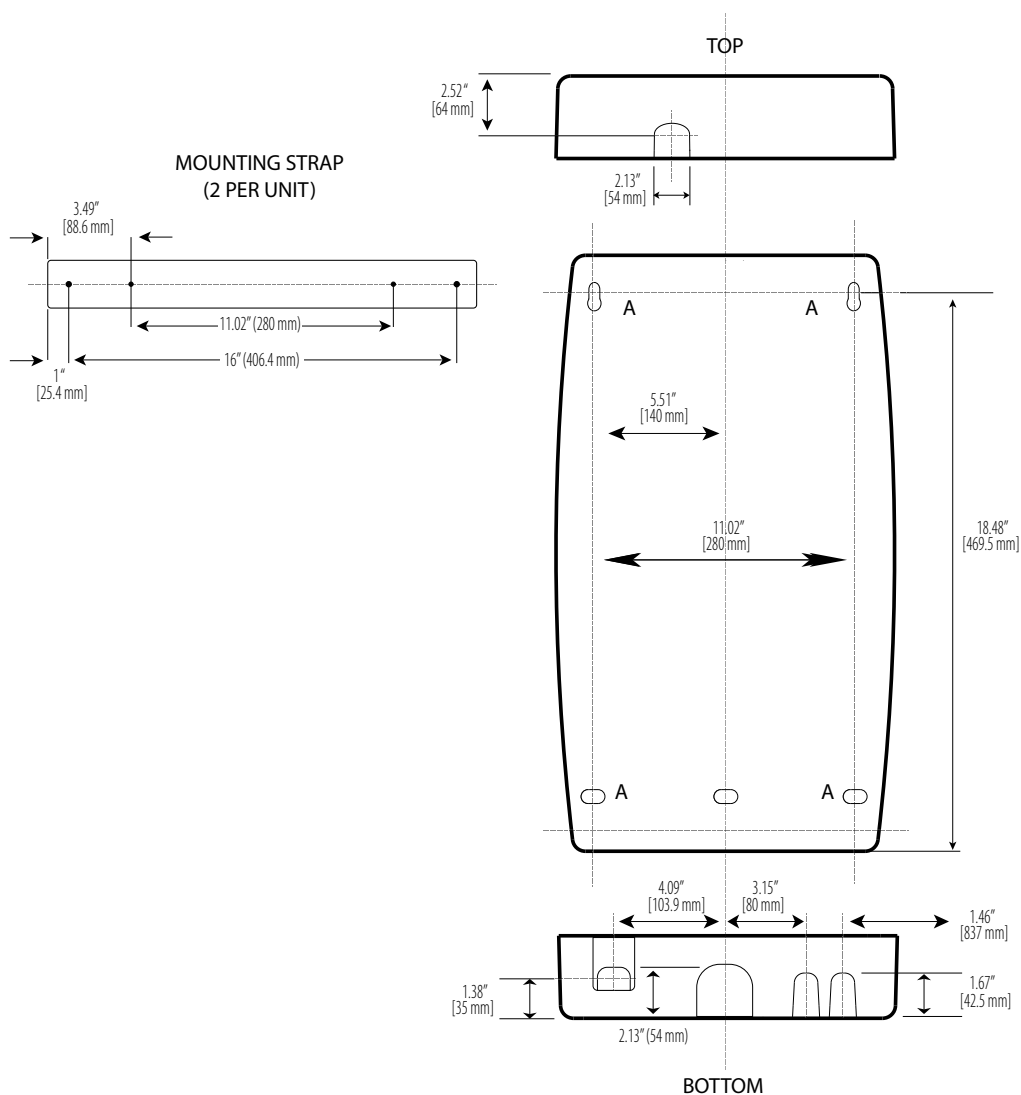

Fig. 3.c
- **Option 1** Fixez directement à un mur à l'aide des vis et des ancrages fournis. Utilisez les deux trous intérieurs de la sangle de montage fournie comme modèle pour les trous de montage de l'humidificateur (marqués « A » dans la Fig. 3.c). Une fois marquées, les deux vis supérieures peuvent être installées en premier, puis l'unité de vapeur peut être accrochée aux vis à l'aide des fentes en trou de serrure.
- **Option 2** Fixez-les aux montants à l'aide des sangles de montage fournies (Fig. 3.c.). Les sangles de montage peuvent être utilisées pour couvrir une cavité ouverte dans les montants ou être fixées aux montants à travers un mur fini. Fixez les sangles de montage aux montants en utilisant les deux trous extérieurs. Fixez ensuite l'humidificateur à vapeur aux sangles de fixation en utilisant les deux trous intérieurs, qui seront alignés sur les trous de fixation de l'unité de vapeur.